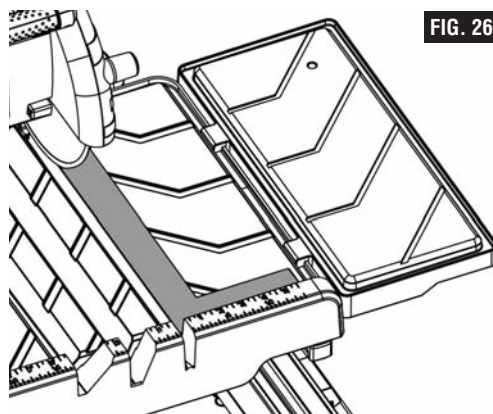

FIG. 26
4. Coloque una escuadra de ajustar de 90° sobre la mesa de trabajo contra el tope-guía (Fig. 26).